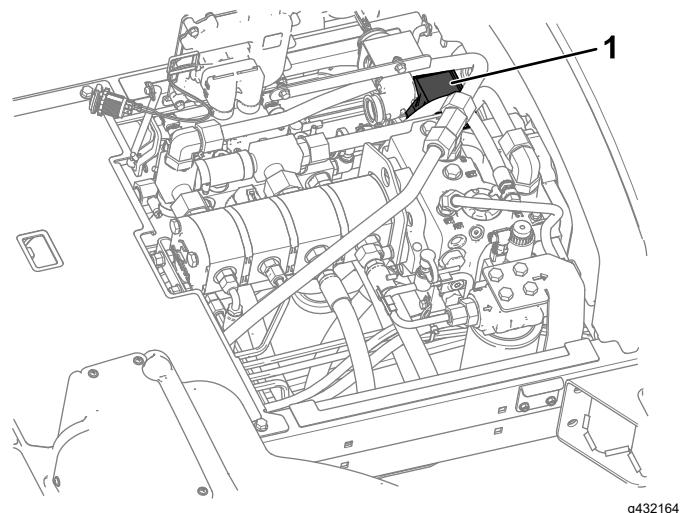

图 94
3. 将熔断的保险丝 图 94 更换为具有相同类型和额定安培数的保险丝。